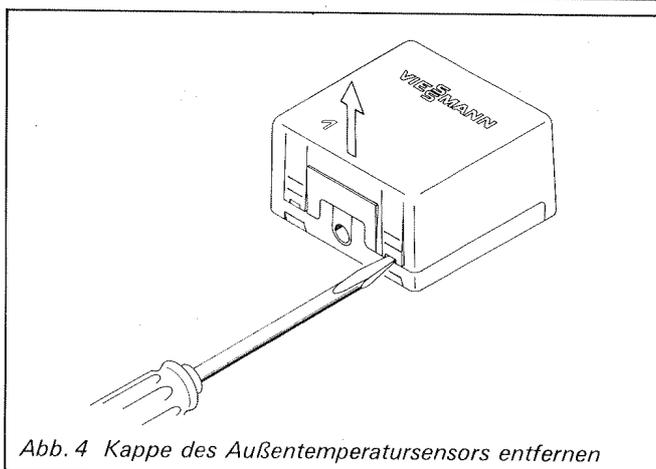

Abb. 4 Kappe des Außentemperatursensors entfernen
1. Die beiden Befestigungsklammern an der Unterseite des Gehäuses mit einem Schraubendreher aus der Arretierung hebeln und die Kappe nach oben wegnehmen (Abb. 4).